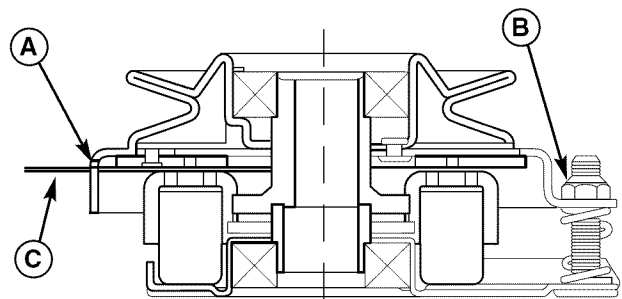

Figura 28. Ajustar Embrague del PTO
3. Inserte una lámina calibradora (C) de 2,5-4 mm (.012"-.015") por cada ventana, colocando el calibrador entre la cara del rotor y la cara del armazón como se muestra en la Figura 28.
4. Alternativamente apriete las tuercas de ajuste (B, Figura 28) hasta que la cara del rotor y la cara del armazón apenas hagan contacto con el calibrador.